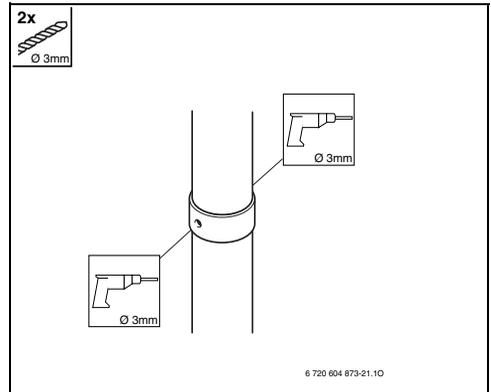

Fig. 37
▶Abrir dois furos de Ø 3 mm no tubo do ar de combustão. Profundidade máxima do furo: 8mm! Em caso algum poderá o tubo de gases de combustão ser danificado! (Fig. 37).